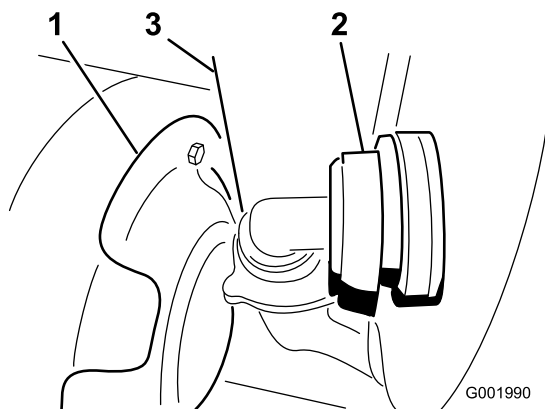

Figure 56
3. Débranchez le flexible situé sur la face avant inférieure de la cuve (Figure 56).
Remarque: Il faudra éventuellement pousser le déflecteur de chaleur (Figure 56) en arrière pour déposer le couvercle.
- Branchez le flexible à l'avant de la cuve (Figure 56).